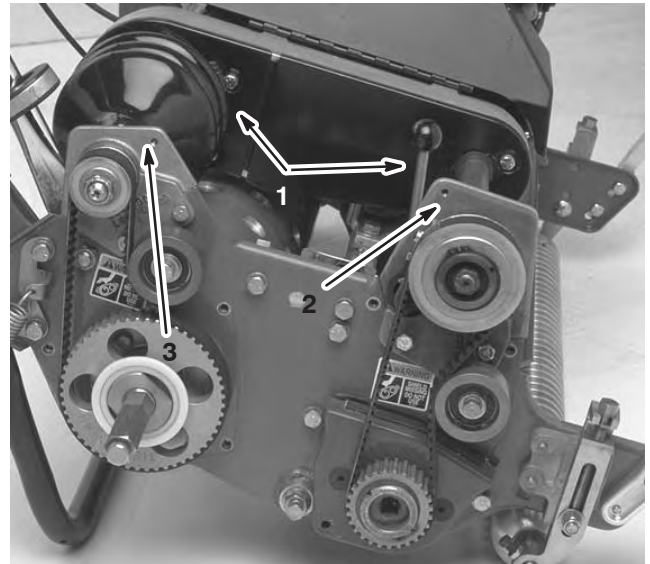

Bild 41
- Nehmen Sie die Kopfschrauben ab, mit denen die vorderen und hinteren Teile der Differentialabdeckung am Differentialgehäuse befestigt sind. Schieben Sie dann die Abdeckungsteile weg, um den Riemen zugänglich zu machen (Bild 41).
- Nehmen Sie die zwei Kopfschrauben und die Sicherungsmuttern ab, mit denen das vordere Kupplungsgehäuse an der Seitenplatte befestigt ist (Bild 41).
- Nehmen Sie die zwei Kopfschrauben und die Sicherungsmuttern ab, mit denen das rechte hintere Lagergehäuse an der Seitenplatte befestigt ist (Bild 41).